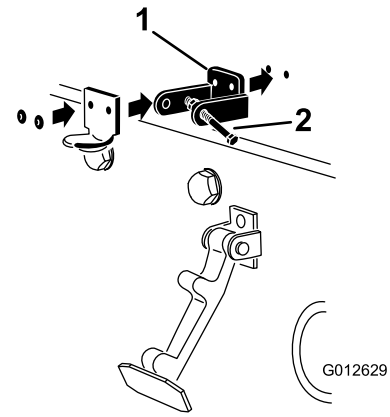

Figure 18
3. Alignez les trous de montage, puis positionnez le support de loquet CE et le support de loquet du capot sur le capot. Le support de loquet doit être en appui contre le capot (Figure 18). Ne retirez pas le boulon et l'écrou du bras de support de loquet.
5. Rivetez les supports et les rondelles sur le capot (Figure 18).